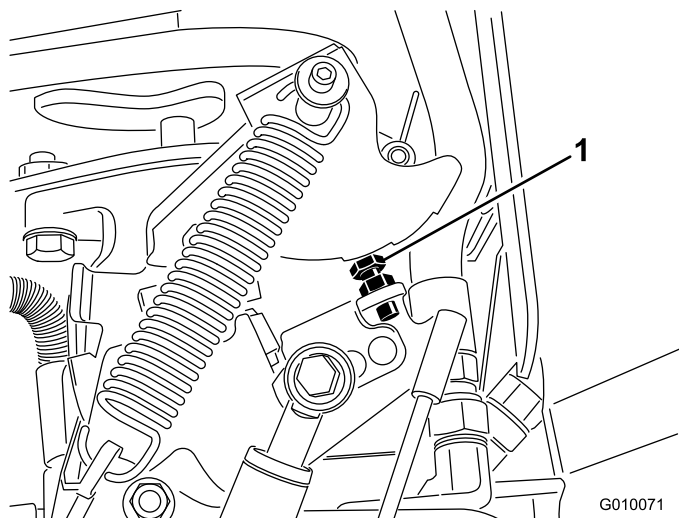

図 66
5. 調整する場合：ポンプのストップボルト（図 66）をストッププレートに近づけると穴あけ間隔が小さくなり、遠ざけると間隔が大きくなる。